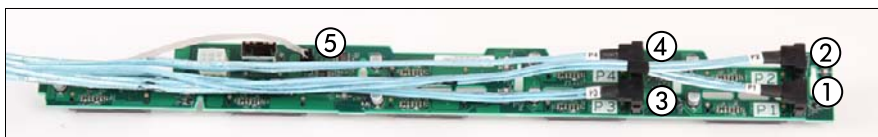

図 51: 8xHDD バックプレーンからの SAS データケーブルの取り外し
- ▶ 図 51 のように SAS データケーブルを 8xHDD バックプレーンに接続してください。